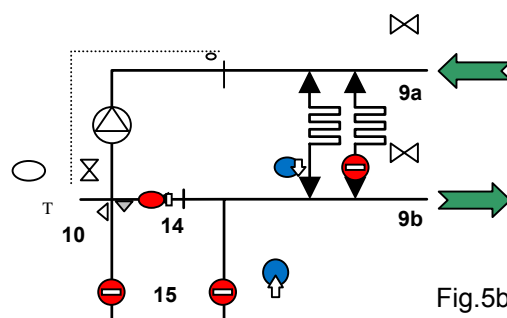

Fig. 5b
Pour le remplissage et le rinçage des dispositifs de chauffage séparés, raccordez le tuyau de remplissage au tube d'alimentation (9a) et le tuyau de vidange au retour (9b) (Fig. 5b). Ouvrez le dispositif de chauffage à rincer et les robinets (9a et 9b). Rincez le dispositif de chauffage dans la direction du courant jusqu'à ce que l'air et les éventuelles particules de saleté disparaissent entièrement du dispositif. La protection de retour de courant (14) dans le mélangeur évite le court-circuit pendant le rinçage.